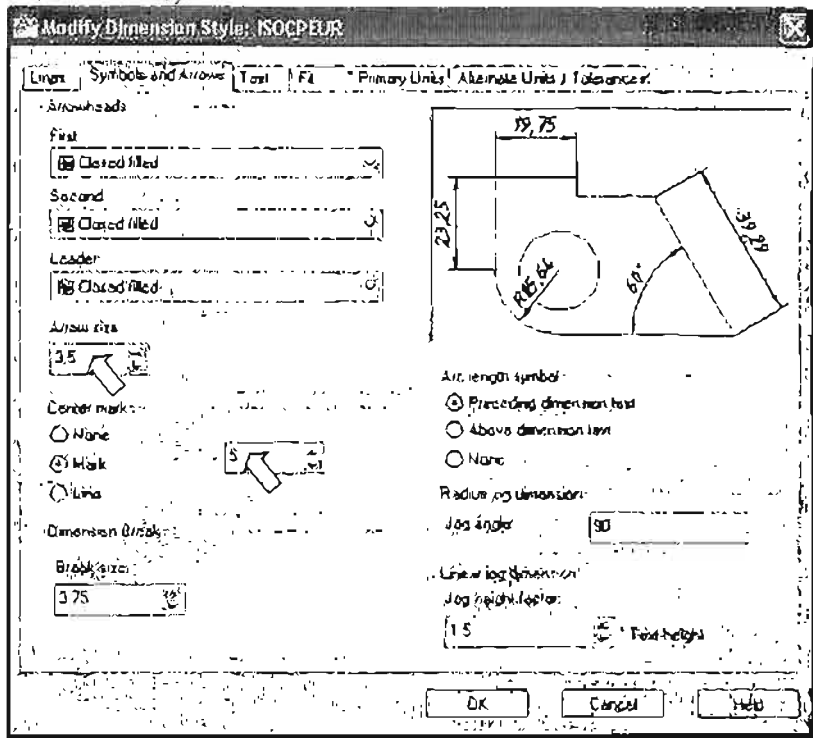

Рис. 3.17. Диалоговое окно *Modify Dimension Style* на вкладке *Symbols and Arrows* с установками нового размерного стиля *ISOCPEUR*
- На вкладке **Symbols and Arrows** (Символы и стрелки) (рис. 3-17) увеличьте длину стрелок в поле **Arrow size** (Размер стрелок) с 2,0 мм до 3,5 мм. **Mark** (Маркер центра) увеличить до 5 мм.